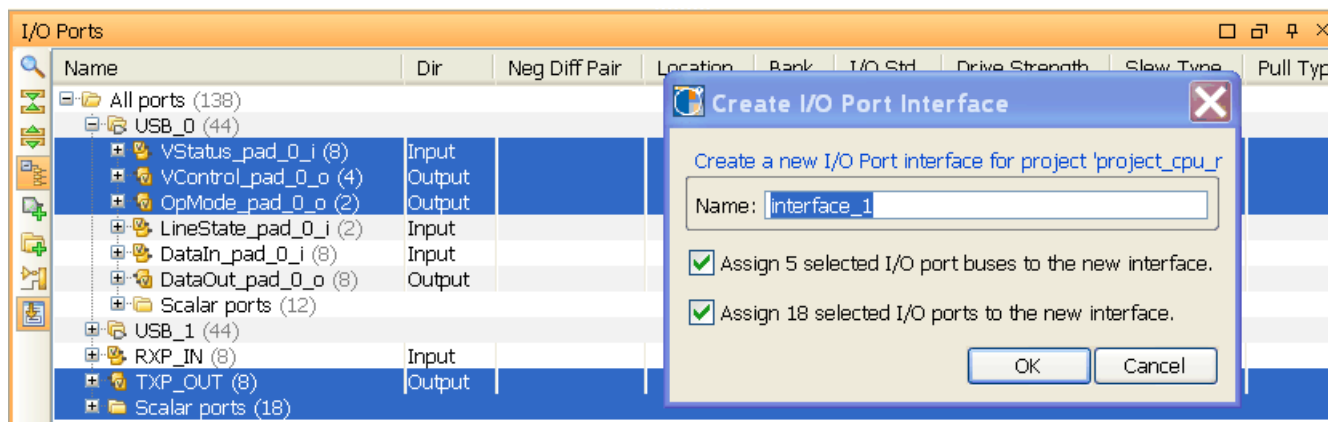

図 8-19 : [Create I/O Port Interface] ダイアログ ボックス
2. 右クリックして [Create I/O Port Interface] をクリックします (図 8-19)。